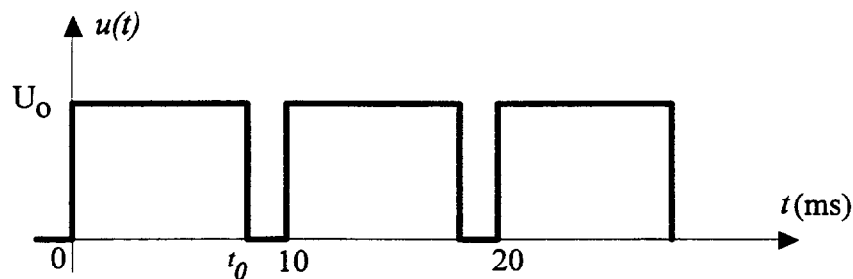

Figure 2
La tension $u(t)$ relevée à la sortie du convertisseur est de la forme (voir figure 2) :
I.5. L'inductance L de la bobine est de valeur suffisante pour que le courant $i(t)$ puisse être considéré comme pratiquement constant et égal à sa valeur moyenne, notée $\langle i(t) \rangle$. On rappelle que, pour le fonctionnement périodique décrit figure 2, la valeur moyenne de la tension aux bornes de l'inductance est nulle.